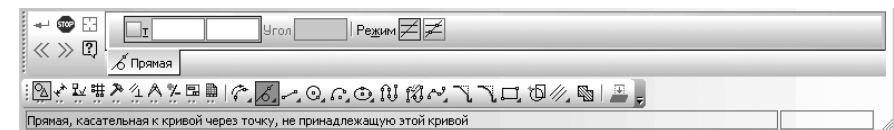

Рис. 8.67. Панель свойств: Касательная прямая через внешнюю точку, Компактная панель с нажатой кнопкой Касательная прямая через внешнюю точку и строка сообщений
**Панель свойств: Касательная прямая через внешнюю точку, Компактная панель** с нажатой кнопкой **Касательная прямая через внешнюю точку**, и строка сообщений показаны на рис. 8.67.